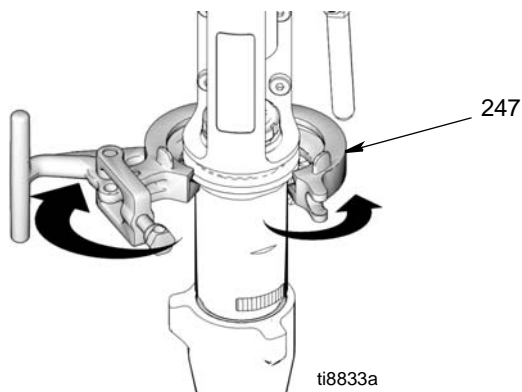

FIG. 18
8. (Afb. 18) Open de klem (247).